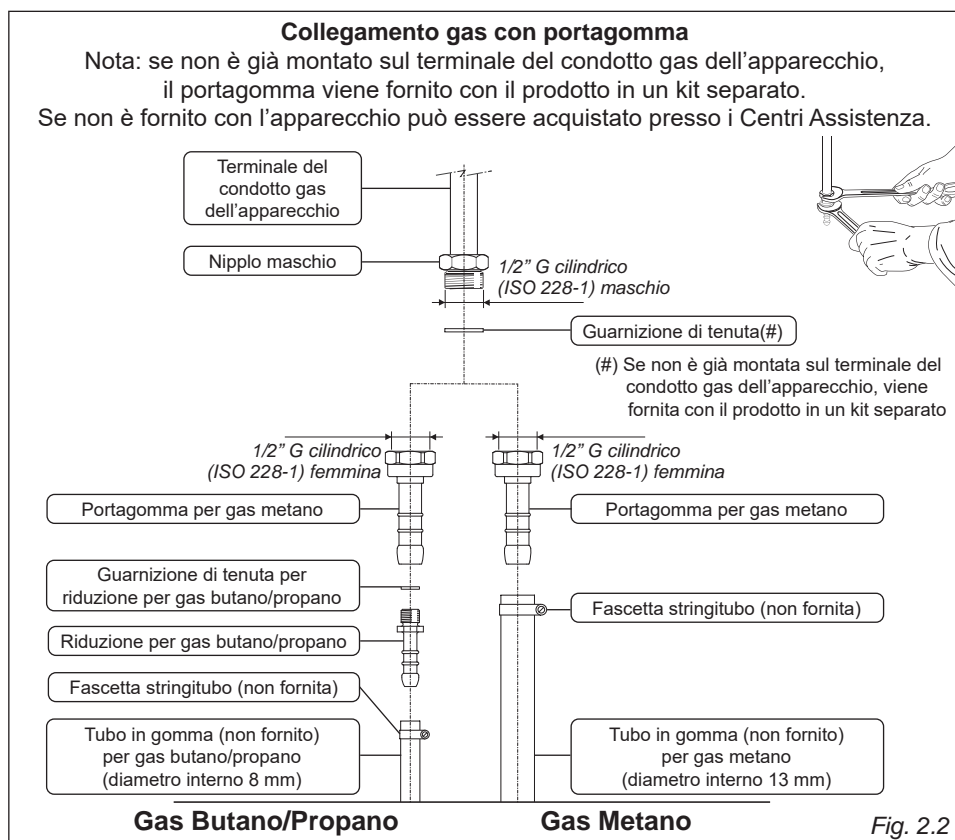

Fig. 2.2
Il gruppo di raccordo (fig. 2.2) si compone di:
1. Se non è già installato, montare il portagomma per gas metano sul terminale del condotto gas dell'apparecchio interponendo la guarnizione di tenuta (come indicato in fig. 2.2).
1. Se non è già installato, montare il portagomma per gas butano/propano sul terminale del condotto gas dell'apparecchio interponendo la guarnizione di tenuta (come indicato in fig. 2.2).
- utilizzare due chiavi per il fissaggio delle parti (fig. 2.2).